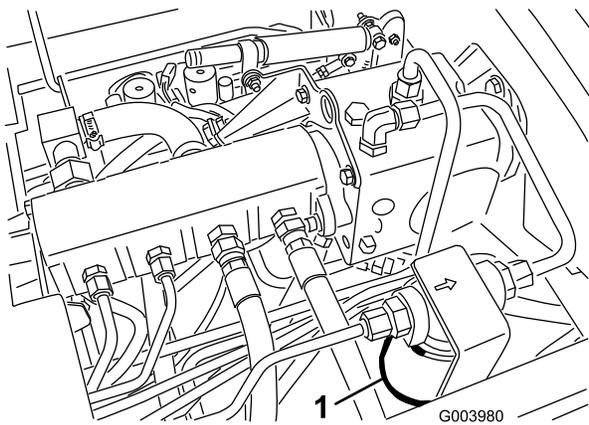
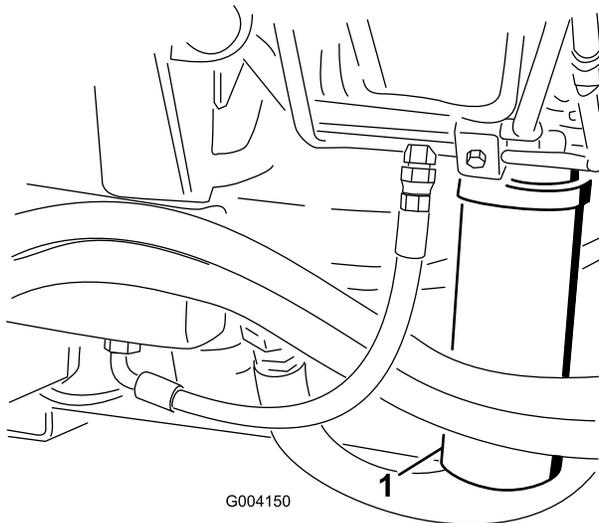

Рисунок 74
Рисунок 75
2. Очистите область вокруг места крепления фильтра и установите сливной поддон под фильтр (Рисунок 74) и (Рисунок 75).